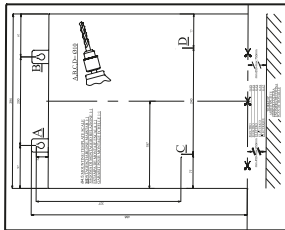

Figura 1
- Coloca la plantilla de manera que coincida con la línea central y la parte inferior de la campana marcada en la pared (Figura 1).